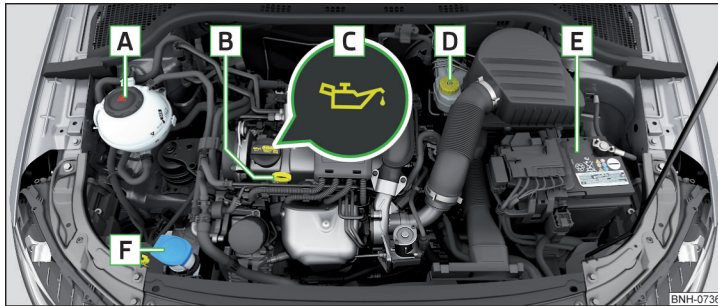

Abb. 226 Anordnungsbeispiel im Motorraum
- Den Deckel der Motoröleinfüllöffnung **C** abschrauben » Abb. 226 auf Seite 204.